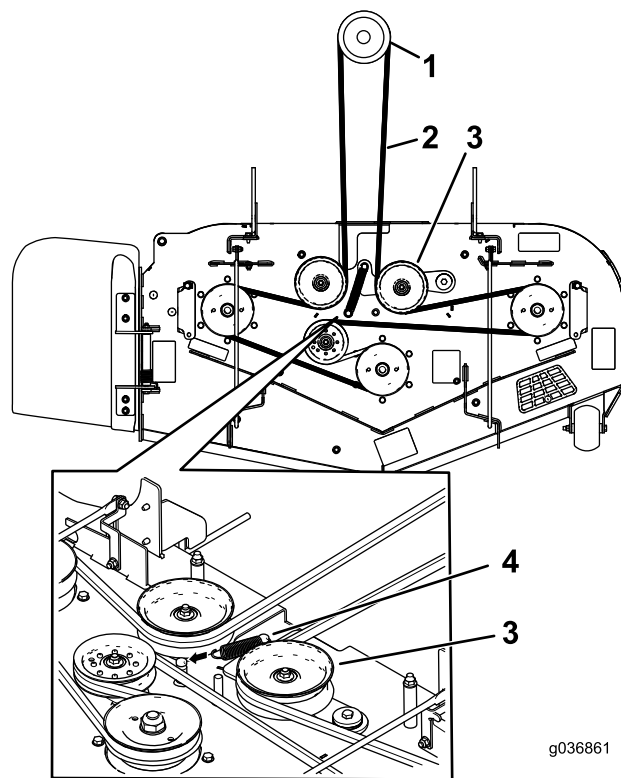

Рисунок 61
10. Встановіть новий ремень навколо шківів косарки та веденого шківа під двигун (Рисунок 61).
11. Встановіть пружину натяжного валу (Рисунок 61).